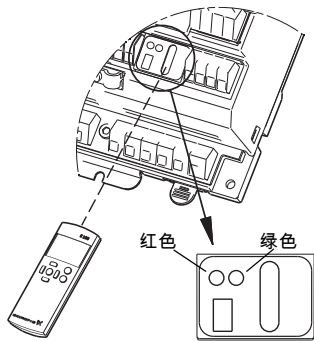

图 7 R100 和指示灯
1. 将 R100 指向 IO 351，然后按 [OK]。见图 7。
见图7。